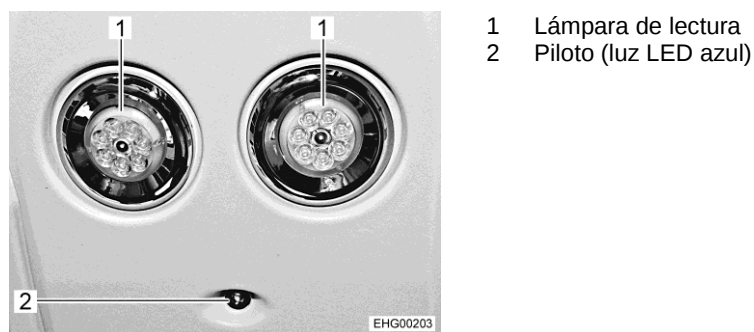

Fig. 94 Lámparas para la cabina del conductor
- Volver a tocar ligeramente el borde de la lámpara de lectura (Fig. 94,1). La lámpara de lectura está conectada.
- Volver a tocar el borde de la lámpara de lectura (Fig. 94,1). La lámpara de lectura está desconectada.
El piloto (luz LED azul) (Fig. 94,2) siempre estará encendido mientras que esté conectado el encendido o la red de a bordo de 12 V.